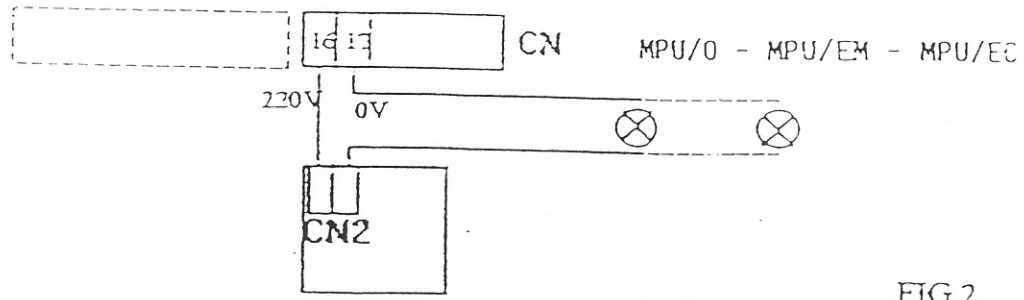

FIG.2
L'armoire de commande MPU/EM est dotée d'un groupe de 8 micro-interrupteurs SW1 (DIP SWITCHES) par lesquels on peut programmer les différents fonctionnements de l'automatisme et des 3 potentiomètres TR1, TR2 permettant le réglage des différentes temporisations. Fig. 2
3. Effectuer le câblage selon le schéma (Fig. 2).